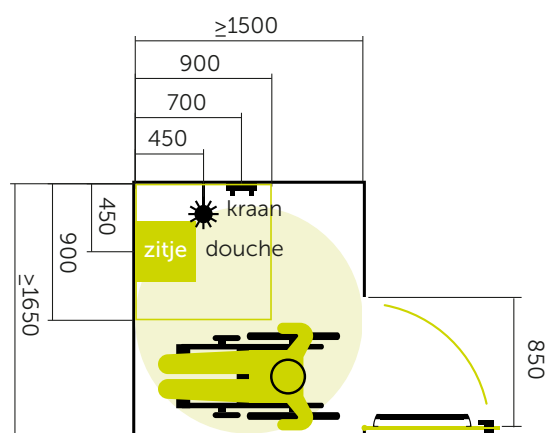

fig 13 Doucheruimte nat en droog in één ruimte
- Afmeting van één ruimte doucheruimte $\geq 1500 \times 1650$ mm. (fig 13)
- Draaikring van 1500 mm bij een afgesloten douche. (fig 13)
- Wel of niet opklapbaar douchezitje. (fig 13, 14 en 15)
- Douchezitje niet aan dezelfde wand als kraan of sproeikop. (fig 13, 14 en 15)
- Grootte zitje 400 x 450 mm (breedte x diepte), zithoogte 460 - 480 mm. (fig 13, 14 en 15)
- Hart van zitje 450 mm uit de hoek. (fig 13, 14 en 15)
- 250 mm tussen kraan en douchestang. (fig 13, 14 en 15)
- Douchekop 450 mm uit de hoek. (fig 13, 14 en 15)
- Kraan 700 mm uit de hoek. (fig 13, 14 en 15)